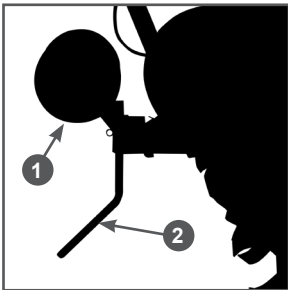

Рис. 14 Установка сошника и колес в рабочее положение
- Переведите транспортировочные колеса 1 в рабочее положение (Рис. 14).
- Установите сошник 2 в рабочее положение (Рис. 14). Вставьте сошник в паз кронштейна, совместите нужное отверстие в сошнике с отверстием в кронштейне и вставьте палец крепления сошника. Зафиксируйте палец шплинтом.